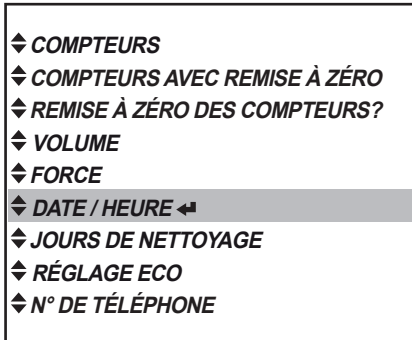

Fig. 37
- Appuyez sur la touche d'entrée ◀ pour afficher le menu « DATE / HEURE » (fig. 37).